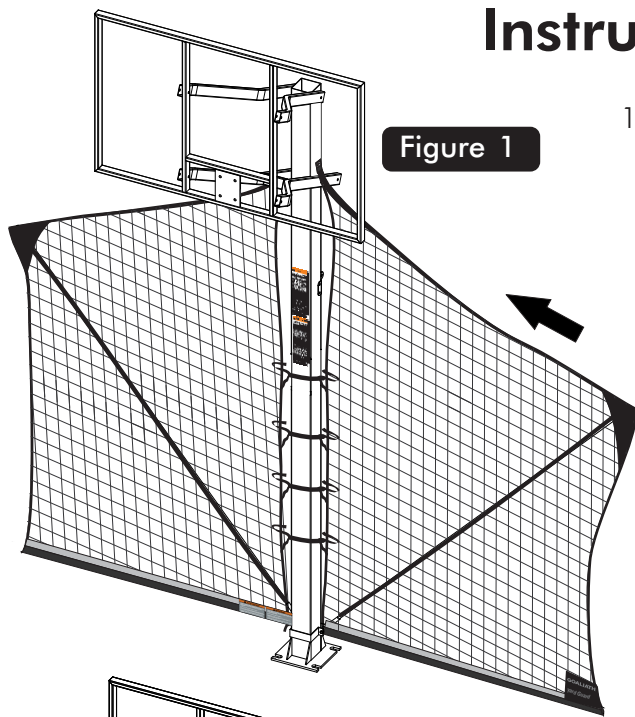

Figure 1
1. Faites coulisser les poteaux intérieurs (n° 11) centraux (n° 12) et extérieurs (n° 13) l'un dans l'autre comme illustré à la **Figure 1**.